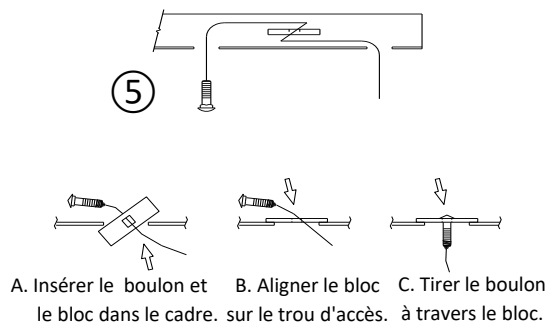

Figure 4
8. Installer l'attelage – À l'aide des fils de tirage fournis ⑤, installer les boulons de carrosserie ① et les espaceurs ② dans le cadre du véhicule à travers le point de fixation central, voir **Fig. 4**, laisser les fils de tirage attachés. S'assurer que les écrous à souder sont exempts de rouille et de particules. Soulever l'attelage en position et aligner les trous du support d'attelage sur les écrous soudés du longeron en guidant les extrémités du fil de tirage à travers les trous du support d'attelage, puis réinstaller lâchement les boulons de pare-chocs M16 retirés à l'étape 4. Retirer les fils de tirage, installer les rondelles coniques ③ (côté denté vers l'attelage) et les écrous ④, voir **Figure 1**.